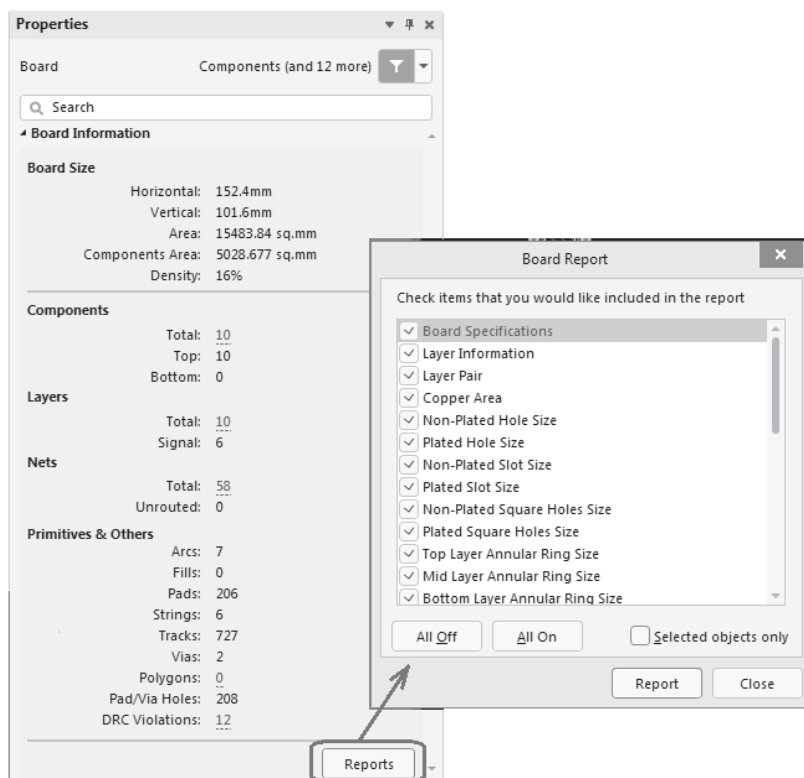
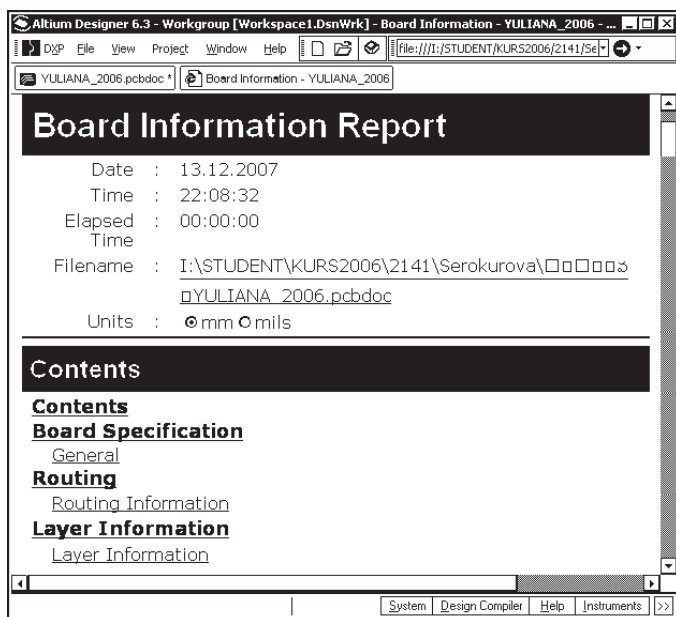

Рис. 6.64. Окна настройки отчета автотрассировщика: сводка объектов печатной платы (слева); настройка содержания отчета (справа)
Рис. 6.65. Окно отчета автотрассировщика Situs
□ В секции **Board Information** (рис. 6.64, *слева*) отображаются:
□ Щелчком на кнопке **Reports** открывается диалоговое окно **Board Report** со списком из 31 позиции сведений о печатной плате, которые могут быть переданы в отчет (рис. 6.64, *справа*). Сводка данных, подлежащих передаче в отчет, составляется установкой флажков ☒ перед соответствующими позициями.
- ❑ Щелчком на кнопке **Report** в окне, показанном на рис. 6.64, *справа*, запускается формирование отчета. Отчет выполняется в HTML-формате Internet Explorer и выводится в главное окно рабочего пространства программы (рис. 6.65).